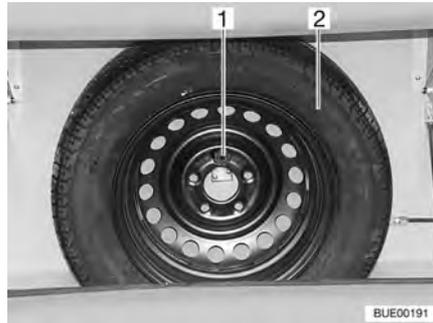

Fig. 222 Etrier de roue de secours
L'étrier de roue de secours est monté dans le coffre à gaz. La roue de secours (Fig. 222,2) est disponible moyennant supplément.
- Desserrer la vis (Fig. 222,1).
- Déposer la roue de secours (Fig. 222,2).